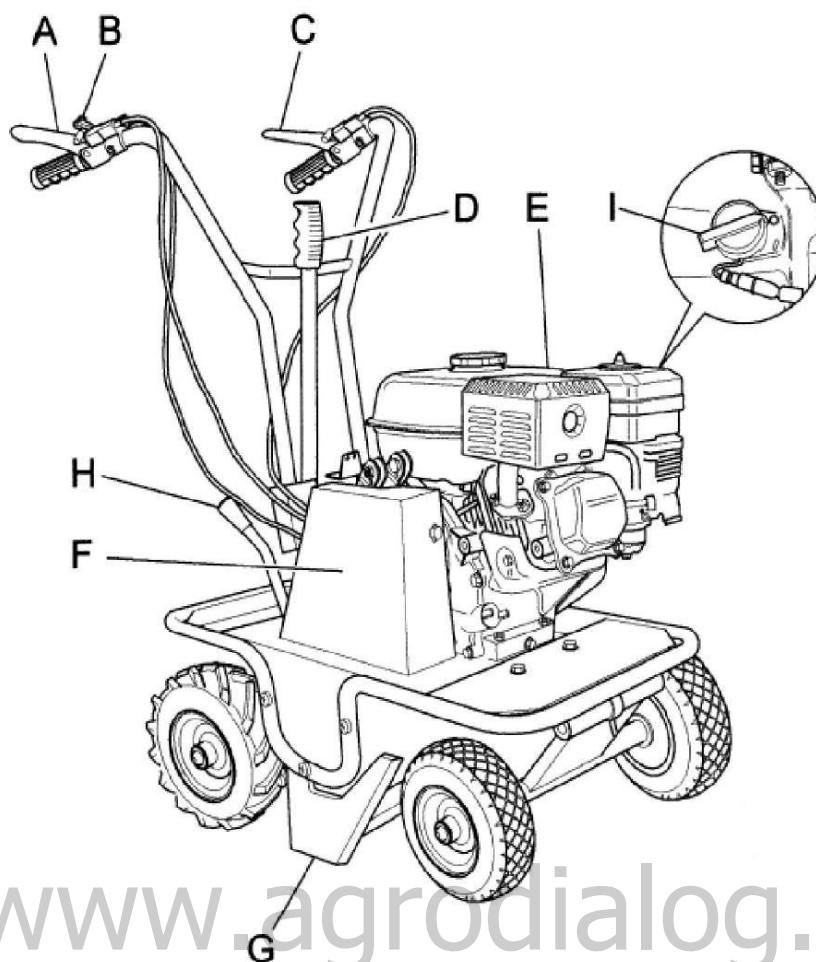
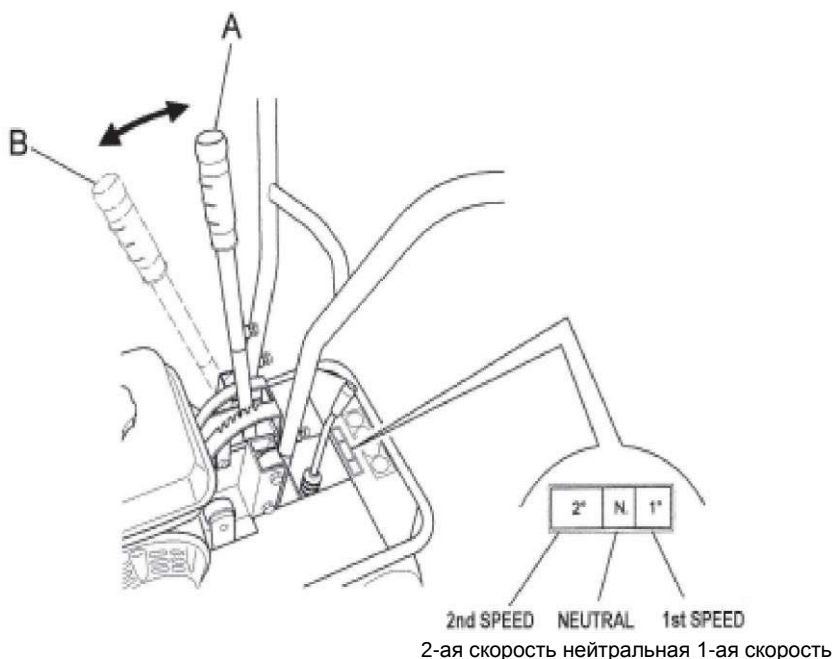

Рисунок 1
Рисунок 2
Этот рычаг служит для регулирования высоты резки согласно типу ландшафта и толщине дерна, который будет пострижен (рис. 2 поз. А).
Крышка (рис. 1, поз. F) предотвращает любой контакт с движущимися частями машины. Использование машины без указанной крышки строго запрещено.
Выберите необходимую передачу только после выключения переднего сцепления, отпуская относительный рычаг (рис. 1, поз. С).
- Перед включением двигателя убедитесь, что оба рычага включения (передний рычаг контроля сцепления - рис. 1, поз. С и рычаг контроля сцепления ножа - рис. 1, поз. А) находятся в ослабленном положении; затем поместите рычаг передач в нейтральное положение (рис. 2, поз. С)
- Не следует перемещать крышку (рис. 1, поз. F) во время использования машины.
- Перед окончанием работ установите рычаг передач в нейтральное положение (рис. 2, поз. С) и выключите двигатель, перемещая выключатель (Рис. 1, поз. I) в положение 0. Для большей безопасности отключите кран питания (рис. 4).